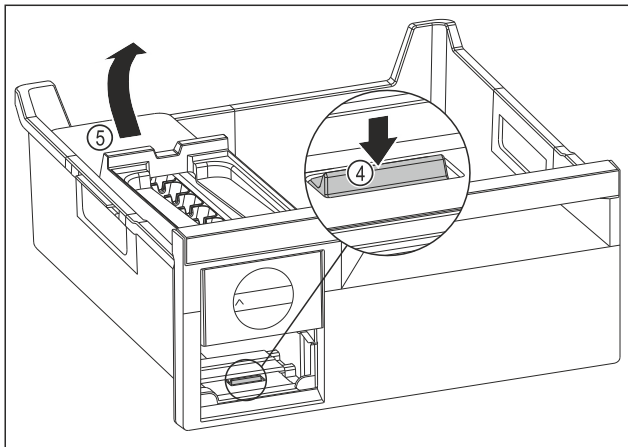

Fig. 74
- ▶ Vyjmutí korpusu EasyTwist-Ice: Lamelu Fig. 74 (4) zatlačte prstem směrem dolů a zároveň nadzvedněte druhou rukou korpus EasyTwist-Ice Fig. 74 (5) zezadu.